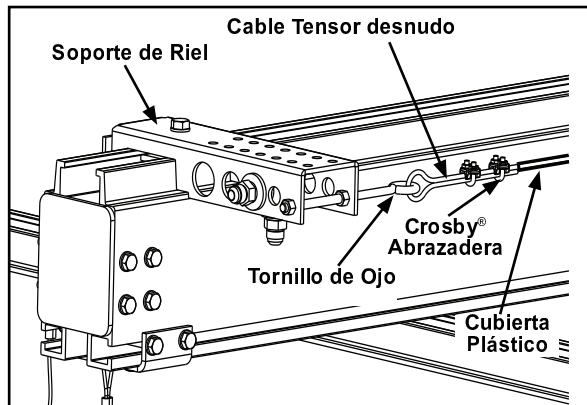

Figura 3-123
- Paso 6. Instale Tornillo de ojo a ensamble de soporte del Riel (Soporte con conectores). Vea Figura 3-123.
- Paso 11. Enganche extremo de cable Tensor en tornillo de ojo. Instale abrazaderas Crosby® en extremo de cable sin plástico, y que el cable se aloje en ranuras de abrazadera. Apriete tuercas de abrazaderas, alternando entre ellas. Vea Figura 3-123